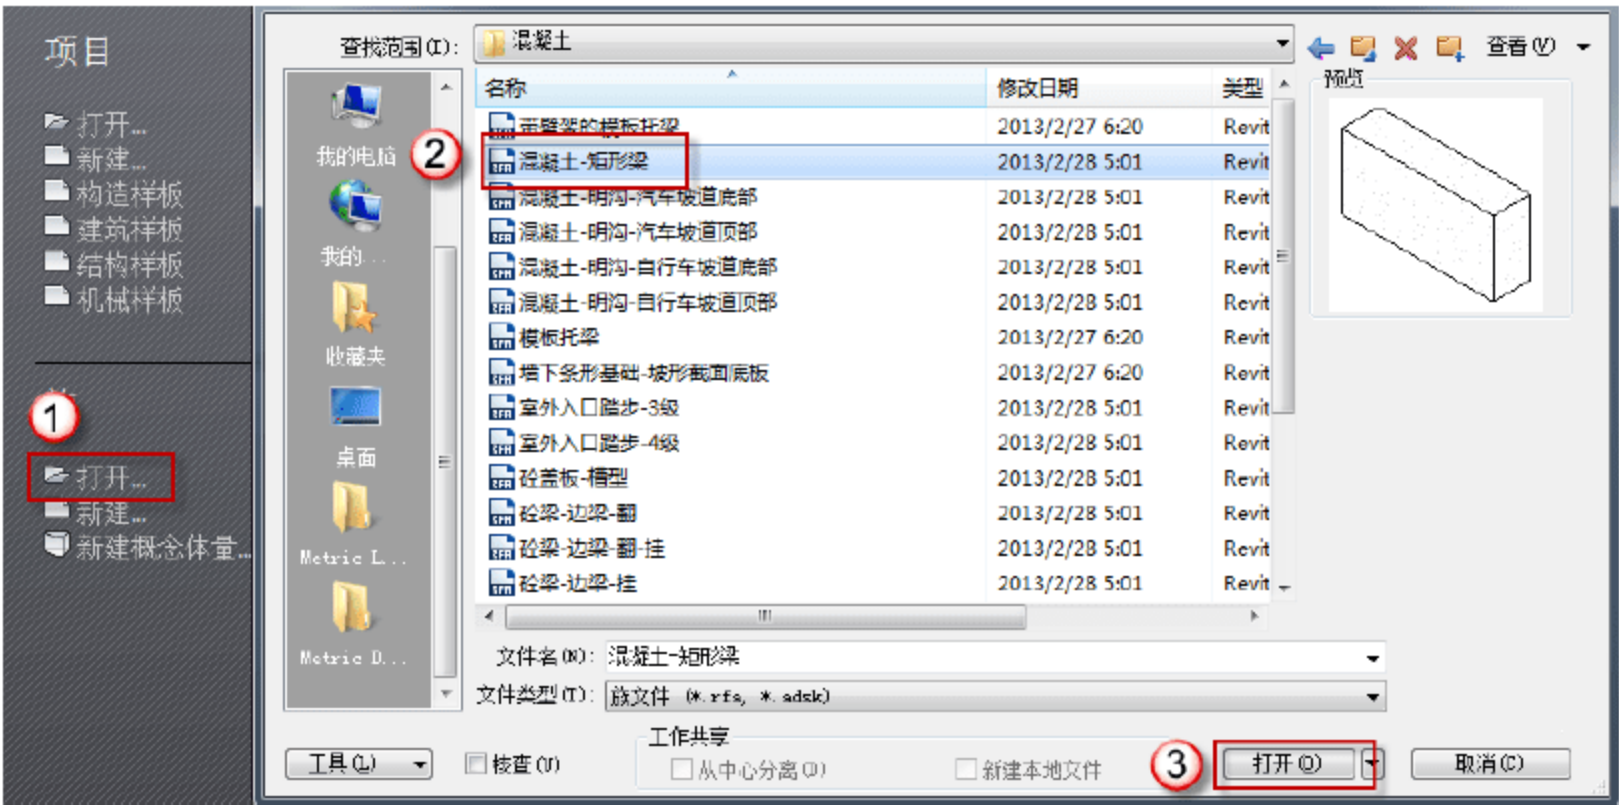

图 12.1.1 打开“矩形梁”族文件
(1) 打开“矩形梁”族文件。单击“打开”\“结构”\“框架”\“混凝土”\“混凝土-矩形梁”文件夹，如图 12.1.1 所示。